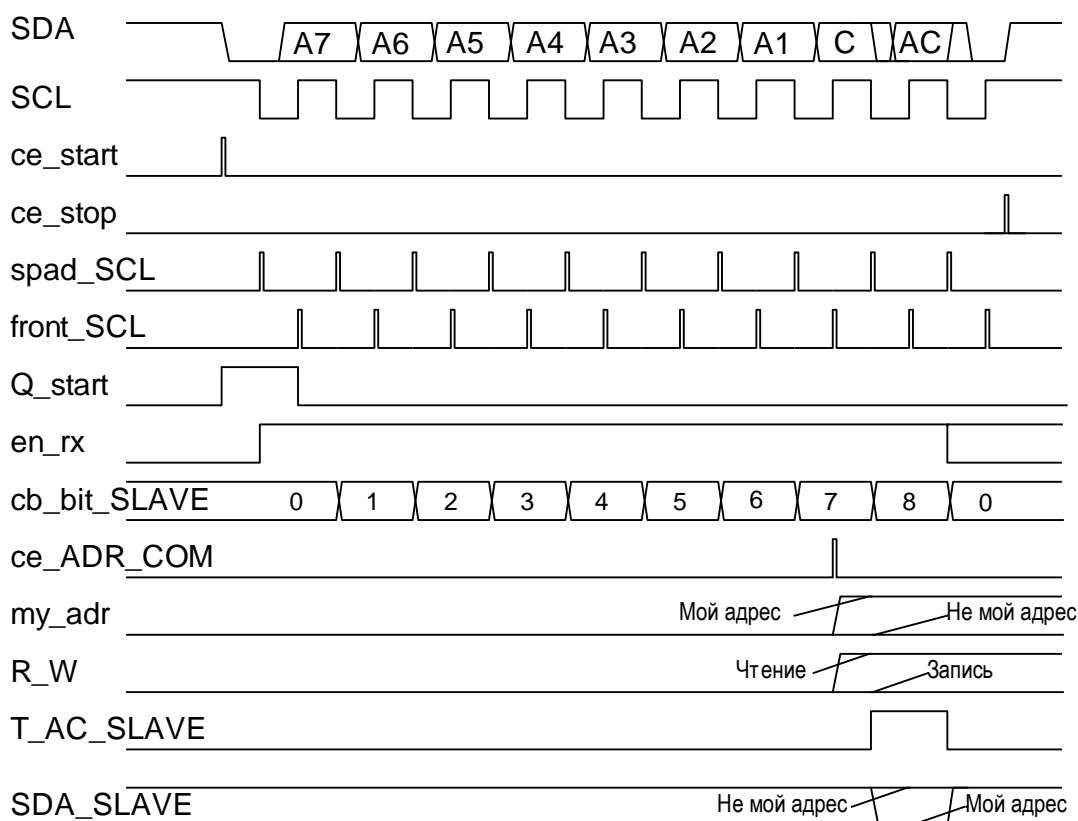

Рис.7 Временные диаграммы ведомого (SLAVE_I2C)
На рис.7 приведены временные диаграммы сигналов ведомого на интервале первого байта
4.3 Начертить в тетради временные диаграммы модуля SLAVE_I2C (рис.7).